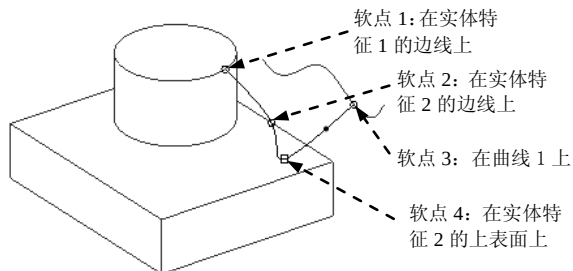

图 8.2.29 查看 ISDX 曲线上的软点
Step4. 查看 ISDX 曲线上的软点：如图 8.2.29 所示，ISDX 曲线上有四个软点，软点 1、软点 2 和软点 3 的显示样式为小圆圈（○），因为它们在曲线或模型的边线上；软点 4 的显示样式为小方框（□），因为它在模型的表面上。